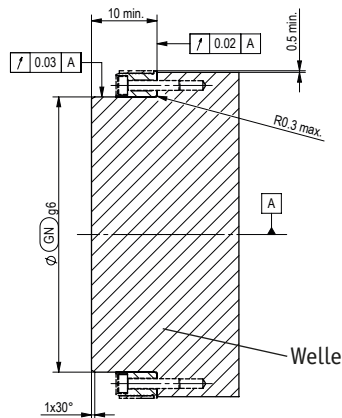

Abb. 1: Anschlussmaße kundenseitig
- ▶ Bei der Konstruktion der Systemintegration sind die vollständigen Abmaße der Bohrungskordinaten, Fügedurchmesser und Anschraubflächen den technischen Zeichnungen im Datenblatt zu entnehmen. Positionstoleranzen für Montagebohrungen sind mit $\varnothing 0,2$ mm vorzusehen (siehe Abb. 1).
1. Zwischen Kundenwelle und dem MRAC200 ist ein Schiebesitz (siehe Abb. 1) vorzusehen.